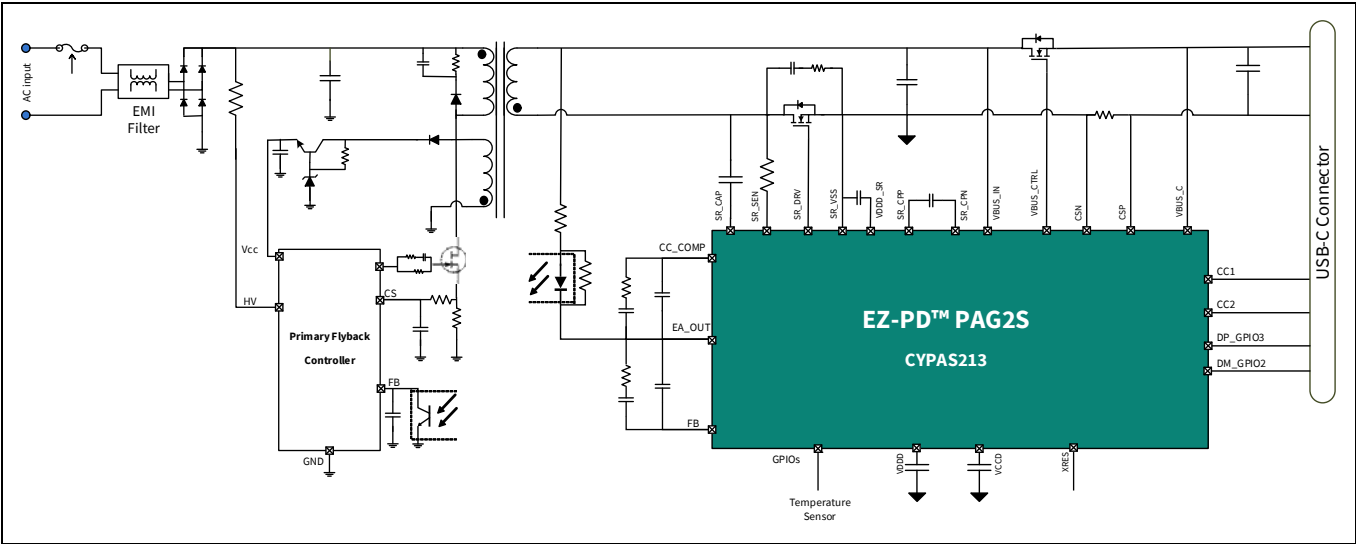

Figure 1 具有初级侧反激控制的 USB PD 适配器
Figure 1 显示的是实现初级侧控制同步反激式系统的电源适配器应用图。在该系统中，EZ-PD™ PAG2S-PS 使用内部误差放大器 (EA) 从次级侧获取反馈，并通过光隔离器等隔离栅将其传递到初级控制器。初级侧控制器可为任何标准的反激式控制器。在该拓扑结构中，EZ-PD™ PAG2S-PS 集成了三个关键功能：次级侧整流、充电协议控制和故障保护。
EZ-PD™ PAG2S-PS 集成了两个误差放大器模块, 可处理恒压和恒流操作模式的次级输出检测和反馈。误差放大器输出可用于调节外部光耦合器所汲取的电流。误差放大器的负输入为反馈 (FB) 引脚, 正输入为内部参考电压。根据所需的 VBUS 输出, 可以使用内部源 / 灌电流 IDAC 更改 FB 引脚上的电压。FB 引脚和 EA_OUT 引脚之间需要一个外部补偿网络, 如应用图所示 (参见 Figure 1)。恒流操作使用内部低侧电流检测放大器 (LSCSA), 其输出被馈入到一个独立的误差放大器, 如功能框图所示。需要在 CC_COMP_GPIOx 和 EA_OUT 之间放置一个外部补偿网络来实现恒流模式调节, 如 Figure 1 所示。可确保 EZ-PD™ PAG2S-PS 误差放大器按照 USB PD PPS EPR 规范的要求, 在 3.3 V 至 28 V 范围内进行恒压调节, 并在 1 A 至 5 A 范围内进行恒流调节。